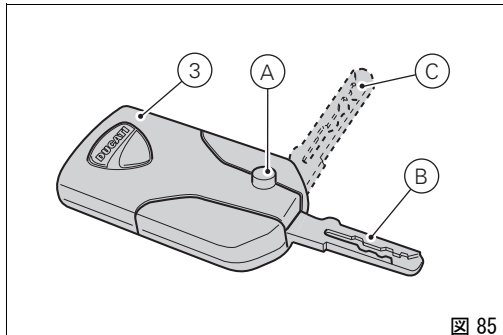

図 85
キー (3) の金属部分はキー内部に隠れています。ボタン (A、図 85) を押すと金属部分 (B、図 85) が完全に開きます。ボタン (A、図 85) を押し続けると、中間部分にある金属部分 (C、図 64) を移動させることができます。その位置を維持するにはボタンを離し、固定します。
車両が key-on でエンジン off の時、アクティブキー (3、図 85) を抜いた 30 秒後、車両はユーザが何もしなくても自動的に停止します。